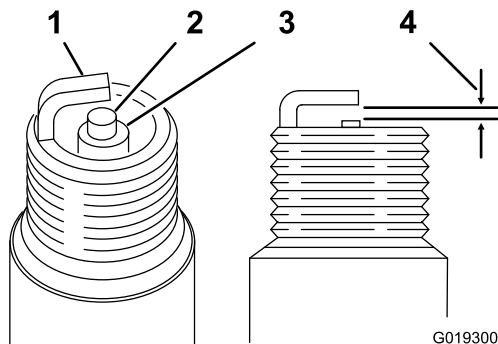

Figura 30
1. Mire la parte central de la bujía (Figura 30). Si se observa un color gris o marrón claro en el aislante, el motor está funcionando correctamente.
2. Con una galga para bujías, mida la distancia entre el electrodo lateral y el electrodo central (Figura 30).